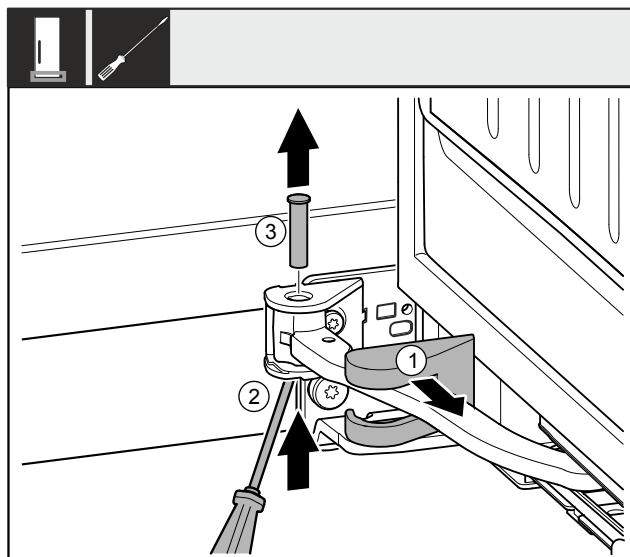

Fig. 9
- Rimuovere la copertura del blocco di supporto Fig. 9 (1) e spingerla lungo il giunto.
- Sollevare dal basso i perni Fig. 9 (2) con un cacciavite.
- Estrarre il perno Fig. 9 (3) dall'alto.